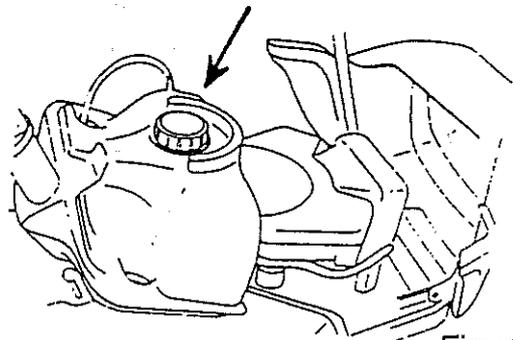

Figure 19
### Bouchon de réservoir de carburant (13) (fig.19)